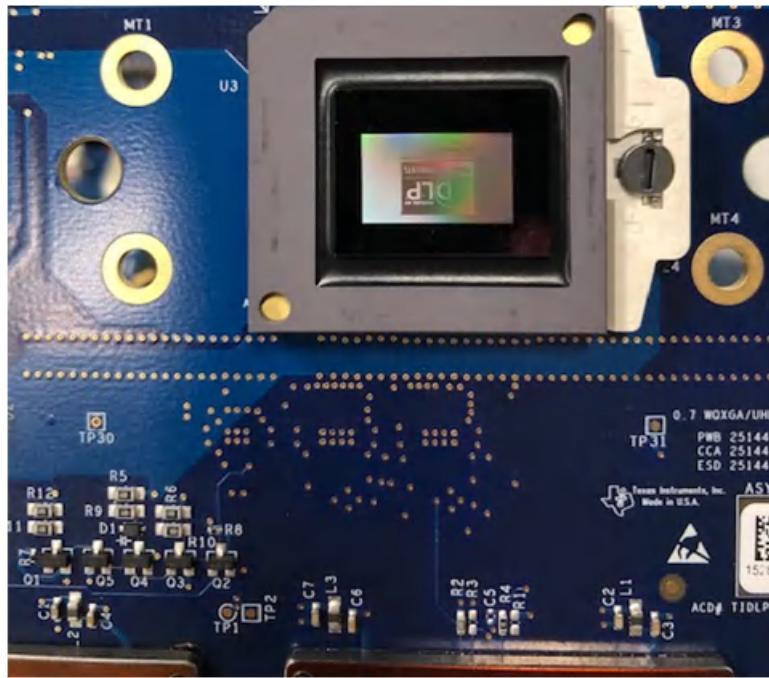

図 2-13. DMD に表示されるスプラッシュ画像
- f. ジャンパを取り外した後、DLPC4430EVM への電源を再度イネーブルにします。SW1 を「オン」の位置に切り替えます。数秒後に赤色の LED が表示されます。赤色の LED が消灯し、緑色の LED が点滅し始めます。LED が点滅し始めた後、数秒間 DMD 上に DLP Texas Instruments のロゴが表示されます。図 2-13 に示すように DMD が表示されます：